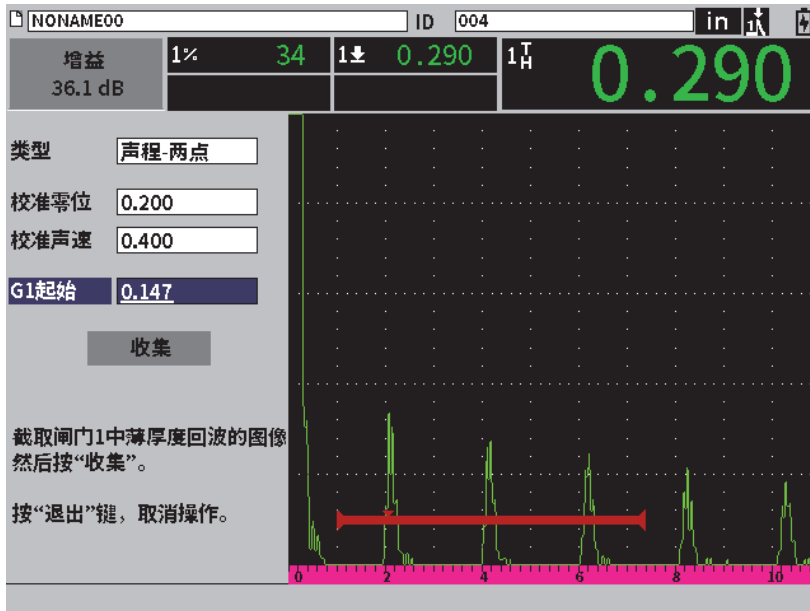

图 8-3 校准：对话框的初始设置
3. 在设置菜单中，选择**校准**图标 ()，打开校准对话框（参见第 110 页的图 8-3）。